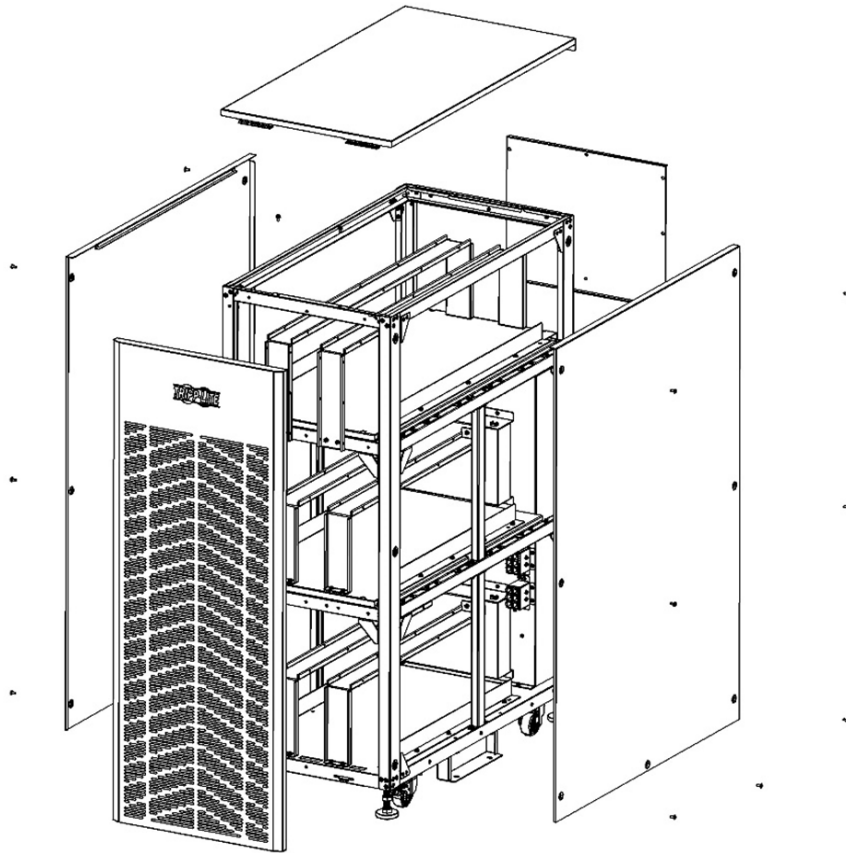

Figure 5-35A
2. Retirer les plaques du dessus, d'avant, d'arrière, de droite et de gauche (Figures 5-35A et 5-35B).